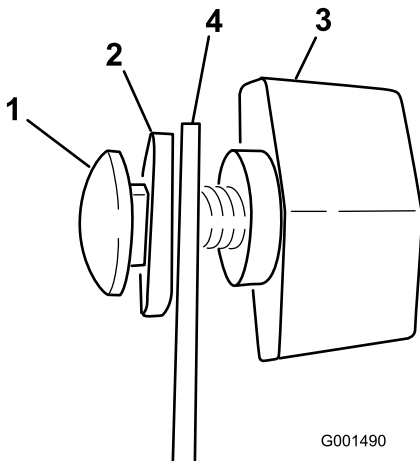

**Figura 7**
- Conecte los conectores de cable del Spray Pro a los conectores de cable ubicados debajo del salpicadero (Figura 7).